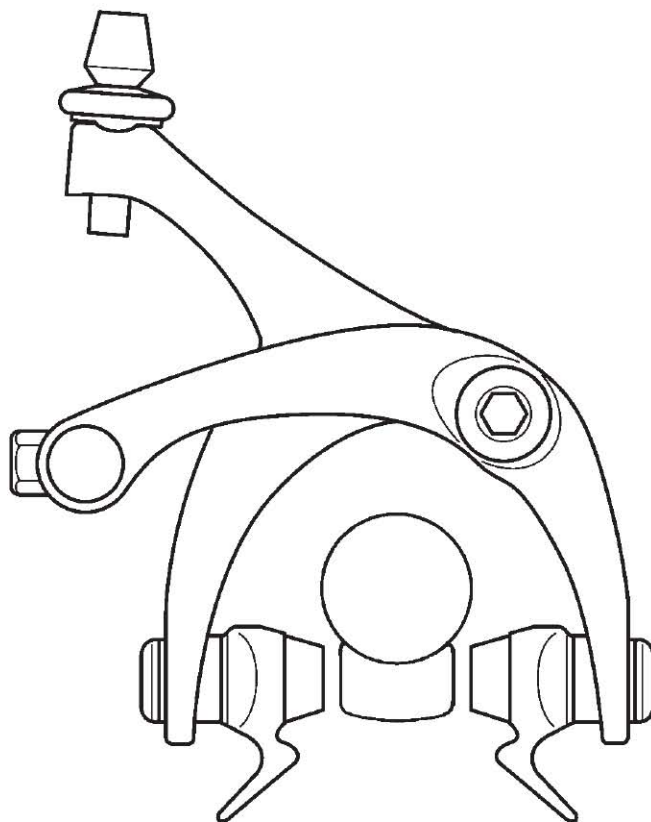

Fig.63
- Verificate che i pattini dei freni siano perfettamente allineati con la superficie frenante della ruota (Fig. 63).
- Check that the brake pads are perfectly aligned with the braking surface of the rim (Fig. 63).
- Vérifiez que les patins de frein soient parfaitement alignés sur la surface de freinage de la roue (Fig. 63).
- Verificar que las zapatas de los frenos estén perfectamente alineados con la superficie de frenado de la rueda (Fig. 63).
- Controleer of de remblokken perfect in lijn staan met het remoppervlak van het wiel (Fig. 63).